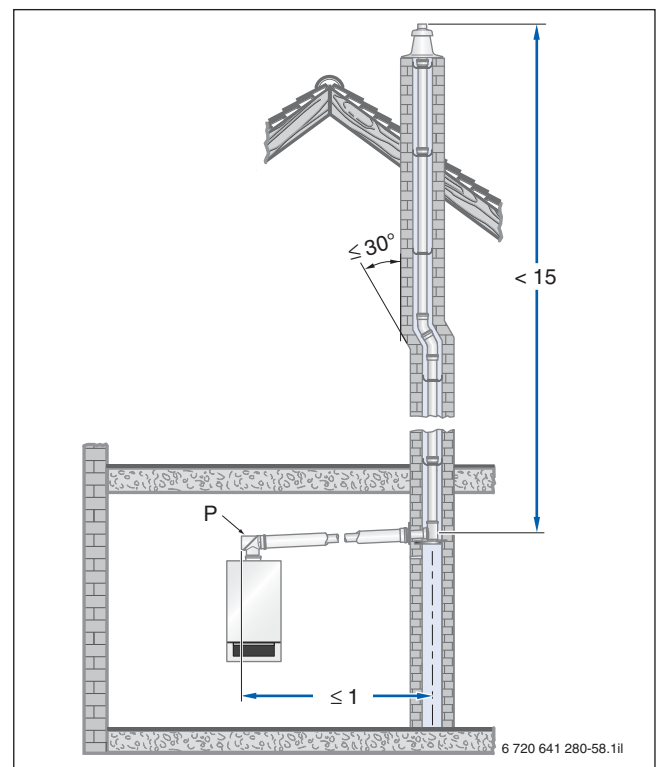
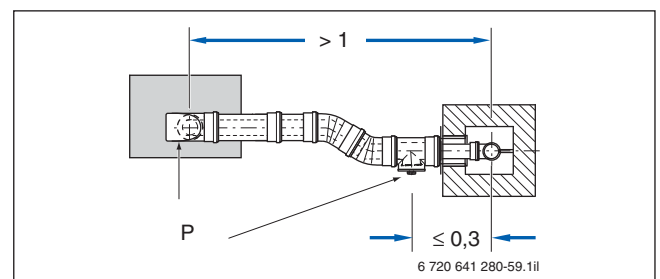

Bild 143 Beispiel zur Anordnung der Prüföffnung (P) bei einer Abgasleitung ohne Umlenkung im Aufstellraum (Maße in m)
Bild 144 Beispiel zur Anordnung der Prüföffnungen (P) bei einer Abgasleitung mit Umlenkung im Aufstellraum – Draufsicht (Maße in m)
Gemäß DIN 18160-1 und DIN 18160-5 müssen Abgasanlagen für raumluftunabhängigen Betrieb leicht und sicher zu überprüfen und ggf. zu reinigen sein. Hierzu sind Prüföffnungen einzuplanen (→ Bild 143 und Bild 144).
- an der Stirnseite im geraden, waagerechten Abschnitt der Abgasleitung höchstens 1 m von der Umlenkung in den senkrechten Abschnitt entfernt, sofern sich dazwischen keine Umlenkung befindet (→ Bild 143) **oder**
- seitlich im waagerechten Abschnitt der Abgasleitung höchstens 30 cm von der Umlenkung in den senkrechten Abschnitt entfernt (→ Bild 144).
- die untere Prüföffnung nach DIN 18160-1 und DIN 18160-5 ausgeführt ist (→ Bild 143 und Bild 144).